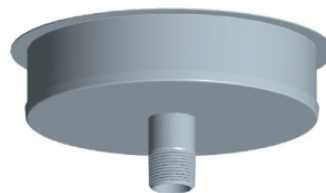

Figure 41: Cap de Drain de Tee (DTC)
Le Cap de Té avec Drainage (DTC) est utilisé comme drain pour la base des installations verticales et doit être connecté à un point jetable approprié. Il peut également être utilisé comme accès à des fins de nettoyage ou d'accès. (Voir Figure 41). Même installation qu'un Cap De Té Cap (TC).